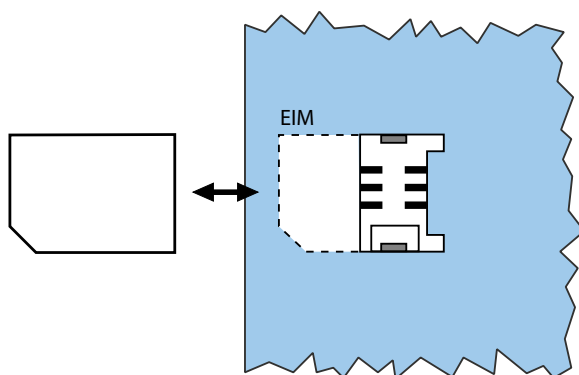

Fig. 80 Carte EIM
4. Glissez la nouvelle carte EIM sous les pattes de guidage jusqu'à ce qu'elle se coince dans le support de carte à puce. Assurez-vous que les contacts de la carte EIM se trouvent en bas et que le coin biseauté de la carte EIM pointe contre le bord de la carte-mère (voir Fig. 80).